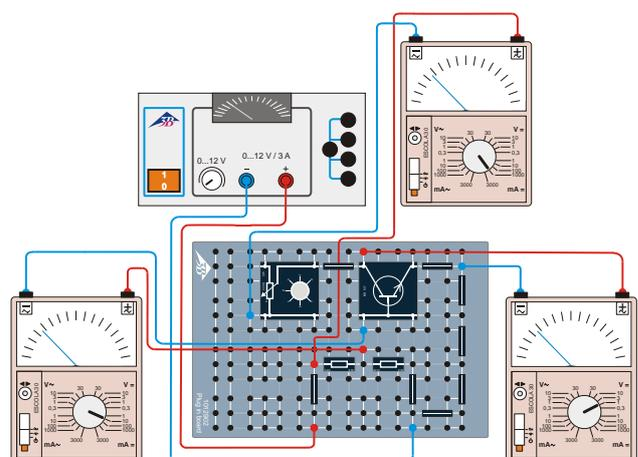

Fig. 5: Schéma de circuit pour enregistrer la caractéristique de sortie.
- Montez le circuit comme le montre la Fig. 5. Remplacez le potentiomètre  $1\text{ k}\Omega$  par la résistance  $47\text{ k}\Omega$ . De plus, enfichez le potentiomètre  $220\ \Omega$  en amont du collecteur. Les trois multimètres analogiques connectés servent à contrôler l'intensité du courant de la base  $I_B$  ainsi qu'à mesurer la tension collecteur-émetteur  $U_{CE}$  et l'intensité du courant du collecteur  $I_C$ .